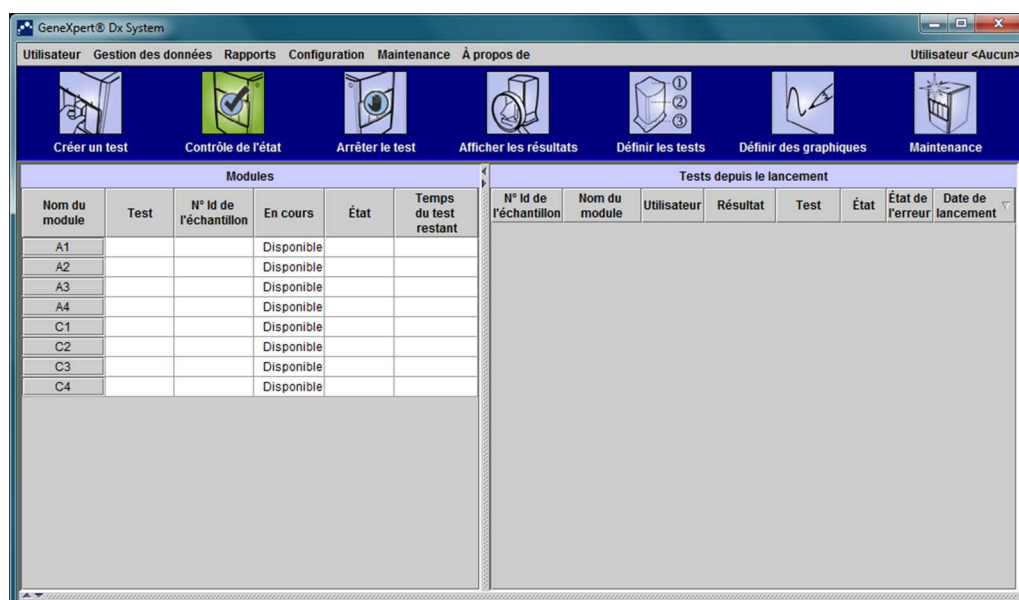

Figure 2-65. Fenêtre GeneXpert Dx System
2. Cliquez sur **NON** dans la boîte de dialogue Gestion de la base de données pour continuer. L'écran GeneXpert Dx System s'affiche (cf. Figure 2-65).